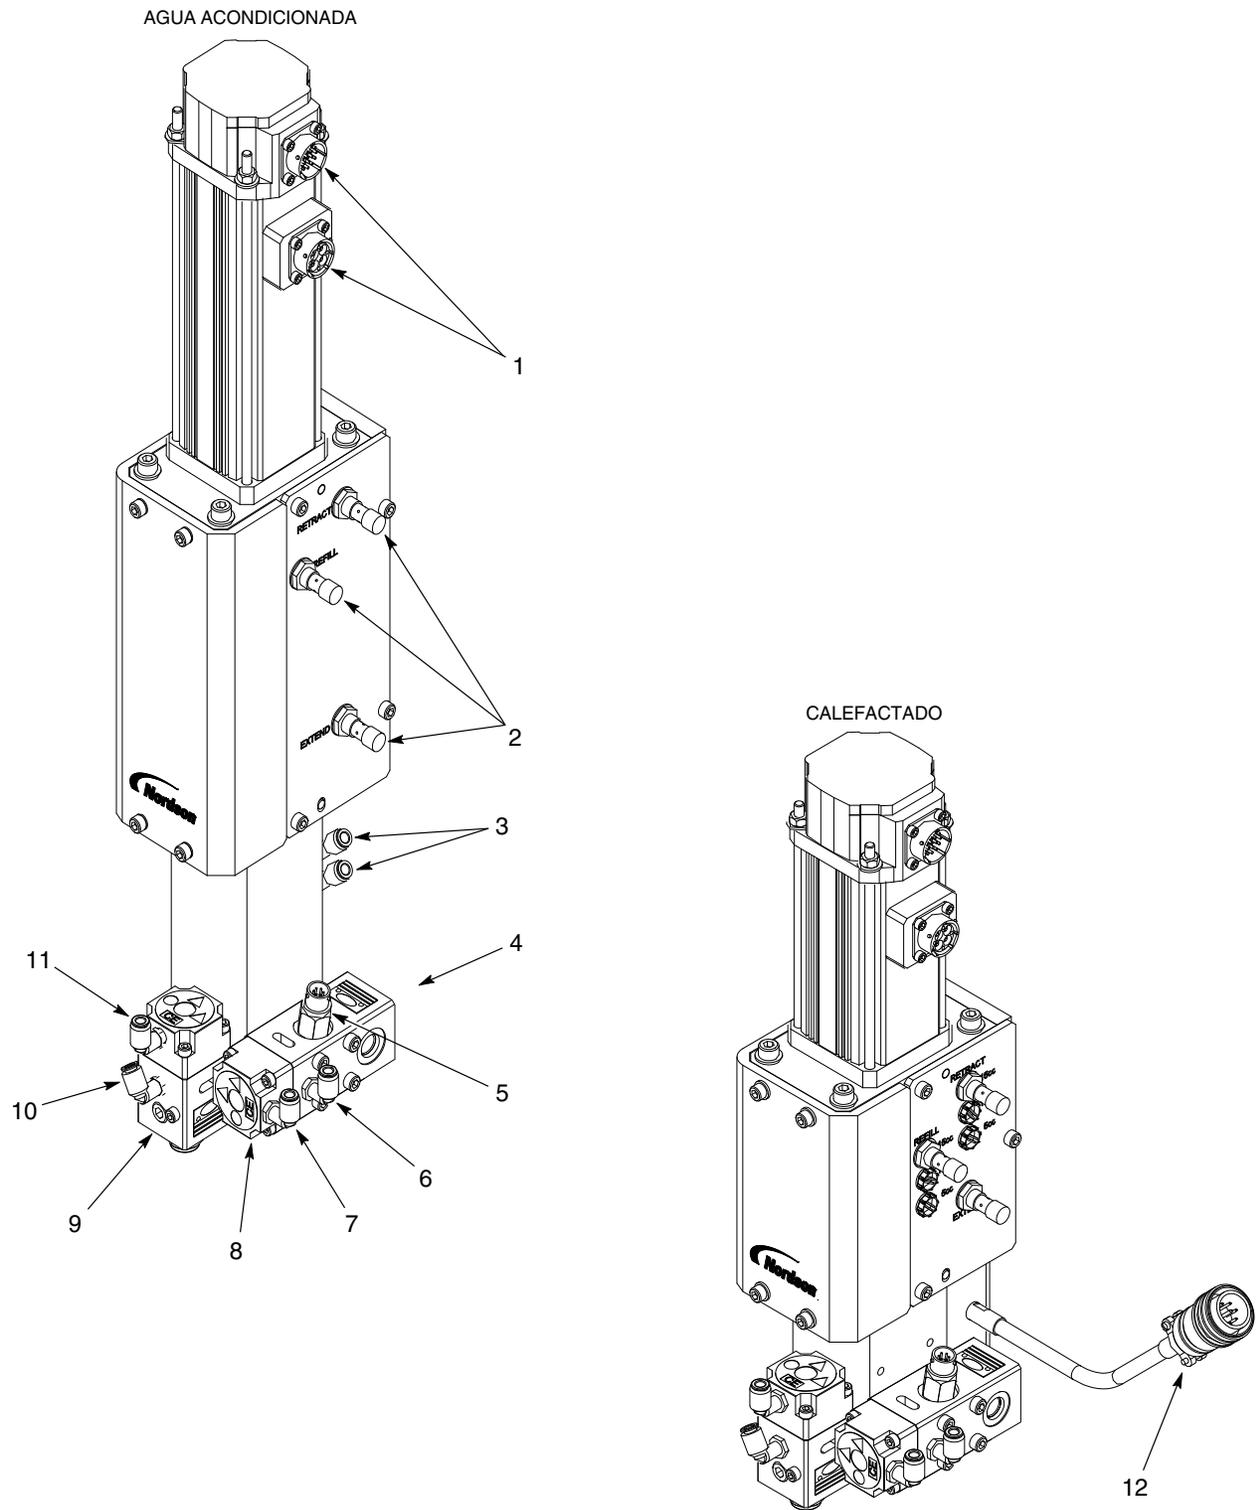

Figura 7 Conexiones típicas
1. Ver la figura 7. Conectar los cables del controlador a los conectores (1).
2. Conectar los cables del controlador a los sensores de proximidad (2).
3. Conectar el cable del transductor de presión al transductor de presión (5).
4. **SOLO VERSIONES CALEFACTADAS:** Conectar el juego de cables (12) al controlador.
1. Ver la figura 7. Conectar al menos 60 psi (4,14 bar) de aire limpio a la entrada del regulador de filtro.
2. Conectar la manguera de material del descargador de gran volumen de Rhino al racor de entrada del material (4).
3. Conectar las líneas de aire de la válvula de control neumático al racor de pistola abierta (10) y al racor de pistola cerrada (11) en la válvula de salida (9).
4. Conectar las líneas de aire de la válvula de control neumático al racor de pistola abierta (6) y al racor de pistola cerrada (7) en la válvula de salida (8).
- b. Conectar los conductos de agua de la unidad de acondicionamiento de temperatura a los racores (3).